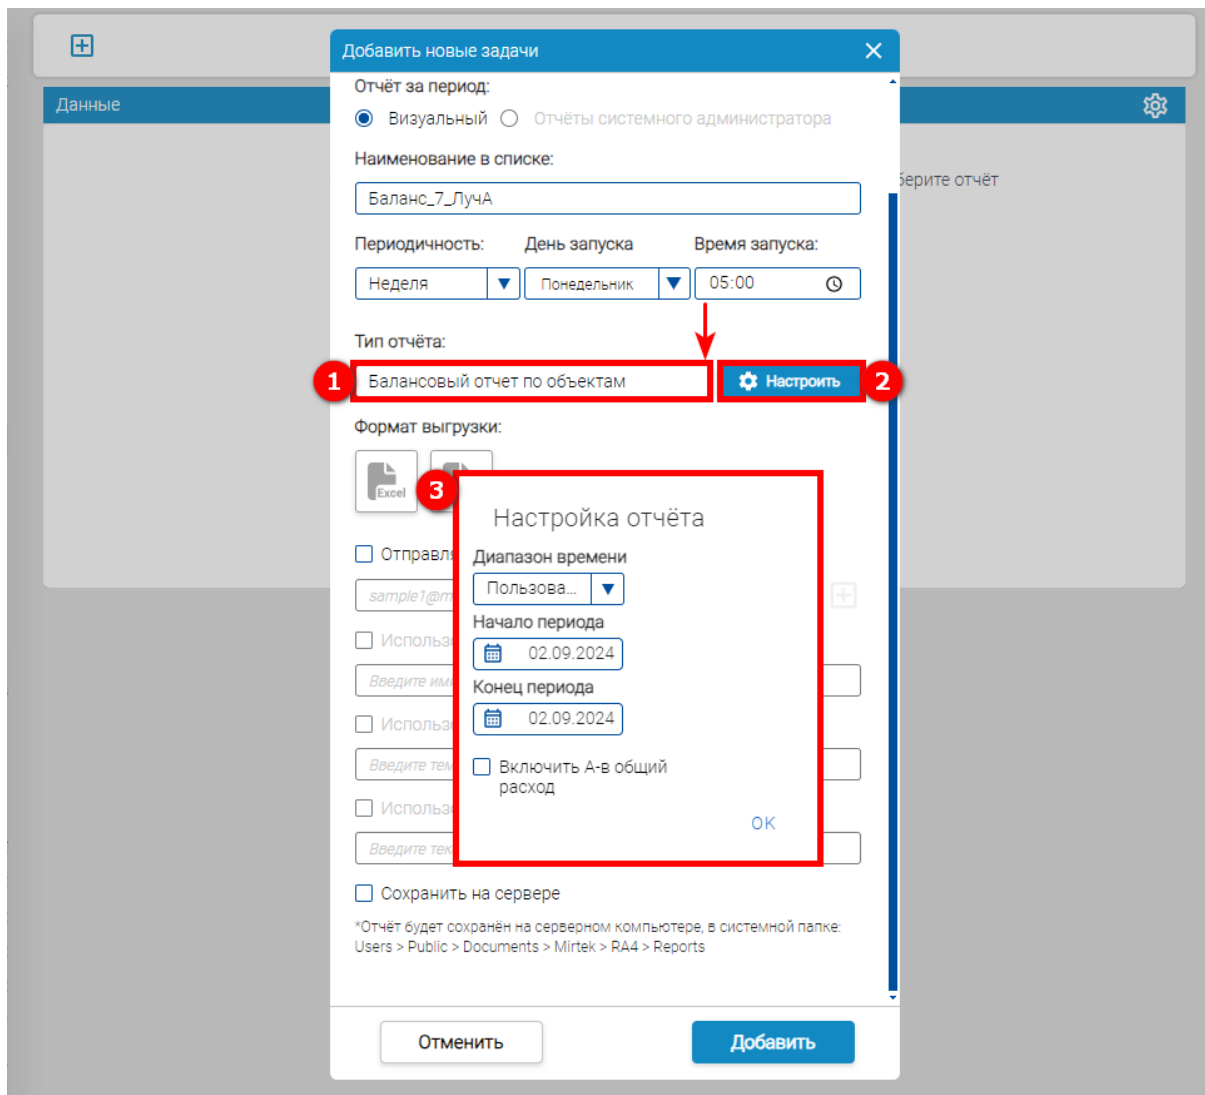

Рисунок 60 – Отчеты по расписанию – Создание новой задачи – Визуальные отчеты – Настройка отчета
Далее из списка выбрать необходимый для формирования отчет (1) (см. рисунок 60) и нажать кнопку **Настроить отчет** (2) В открывшемся окне (3) настроить параметры отчета – указать отчетный период. При необходимости поставить отметку **Включить А- в общий расход** (4), которая означает, что отчет будет построен с учетом значений активной энергии обратного направления. Далее нажимаем кнопку **ОК**.